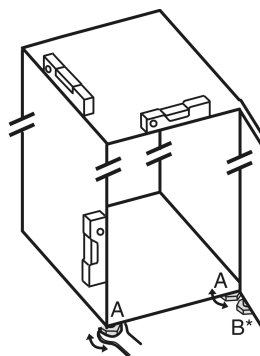

Fig. 4
- ▶ Seřizovací nožky Fig. 4 (A) vyšroubujte pomocí příloženého vidlicového klíče a pomocí vodováhy, dokud nebude spotřebič pevně vyrovnaný.
- ▶ Seřizovací nožku Fig. 4 (B) na stojanu ložiska vytáchejte pomocí příloženého vidlicového klíče, až dosedne na zem.
- ▶ Seřizovací nožku Fig. 4 (B) otáčejte dál o 90°.